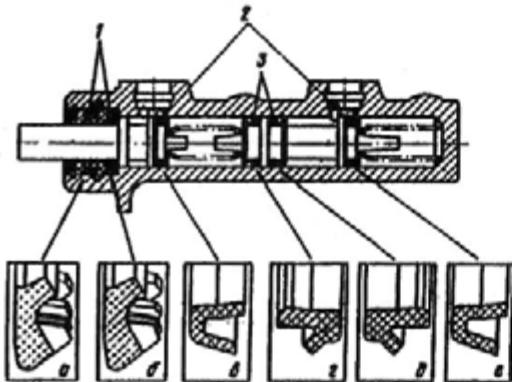

Рис. 236. Установка манжет главного цилиндра:
ность в данном случае — неудовлетворительное состояние манжеты *е* (рис. 236) второй камеры, либо поверхности зеркала главного цилиндра в рабочей зоне этой манжеты. Возможно также повреждение посадочного места указанной манжеты на поршне.
1. Наденьте манжеты на поршни таким образом, чтобы их рабочие кромки были расположены в соответствии с рис. 236.